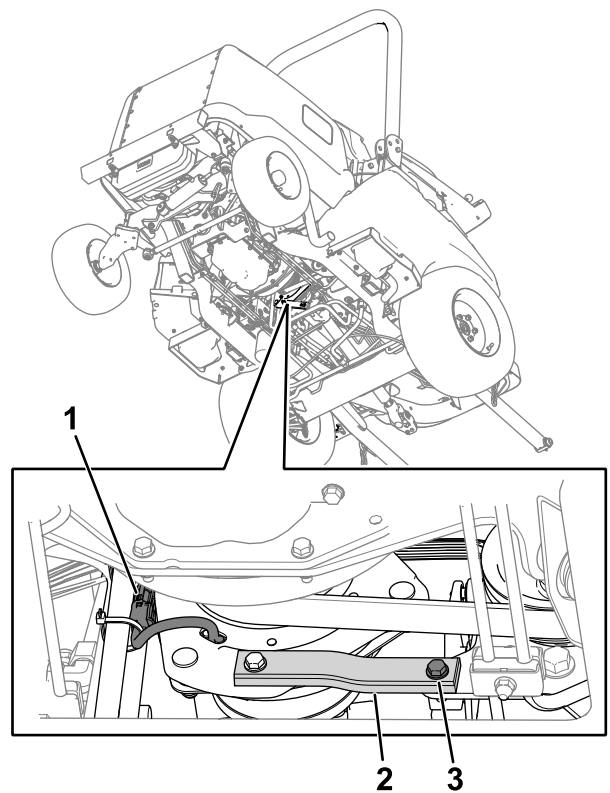

Figura 79
3. Rimuovete il bullone, la rondella e il dado dai cinghioli in gomma e in metallo (Figura 79) sul telaio.
2. Scollegate il connettore del cablaggio preassemblato della frizione dal cablaggio preassemblato della macchina (Figura 79).